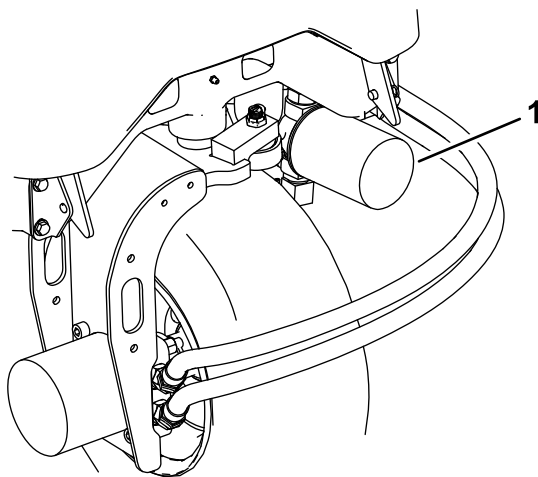
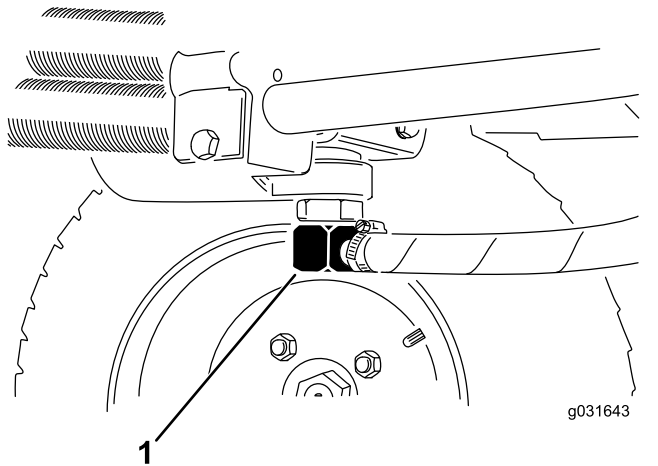

図 63
図 64
3. フィルタ取り付け部付近をきれいに拭い、下に容器を置き、フィルタを外す **図 63**。
2. 油圧ラインの接続部または油圧フィルタを外し、流れ出すオイルを容器に受ける 図 63 と 図 64。
3. オイルが全部流れ出たらラインを元通りに接続する 図 64。